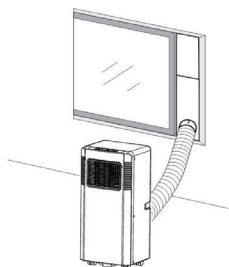
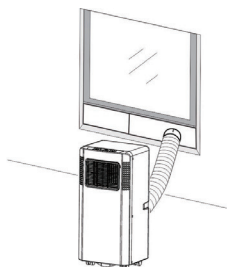

Fig. 2
Fig. 2a
- 2) Așa cum se arată în Fig. 2 și Fig. 2a, instalați furtunul de evacuare și reglați bine poziția geamului.